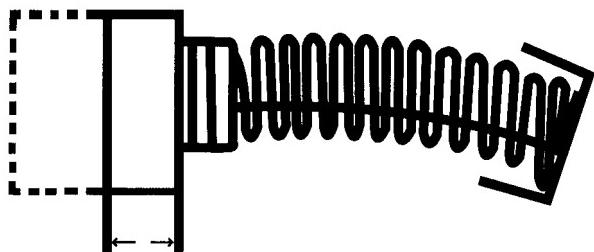

Figure 10 – Usure des balais du moteur
1. Les balais du moteur doivent être remplacés dès que leur épaisseur tombe à 6 mm ( $\frac{1}{4}$  po) sinon, ils produiront des étincelles. Les deux balais doivent être remplacés simultanément (*Figure 10*).